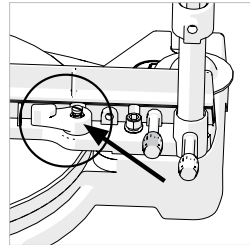

Abb. 19
- Die Feststellschraube für Gehrungswinkel (**Abb. 19**) durch Drehen gegen den Uhrzeigersinn lösen.